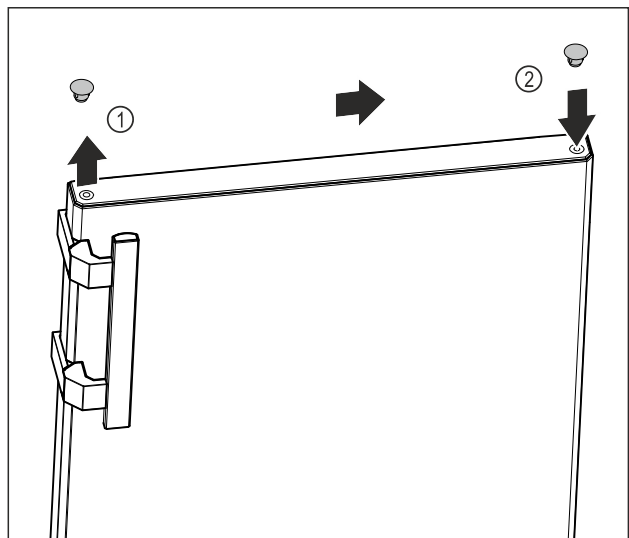

Fig. 18
- Lyft försiktigt täckplugg på dörrens ovansida Fig. 18 (1) med spårskruvmejsel.
- Sätt in täckplugg på motsatta sidan. Fig. 18 (2)